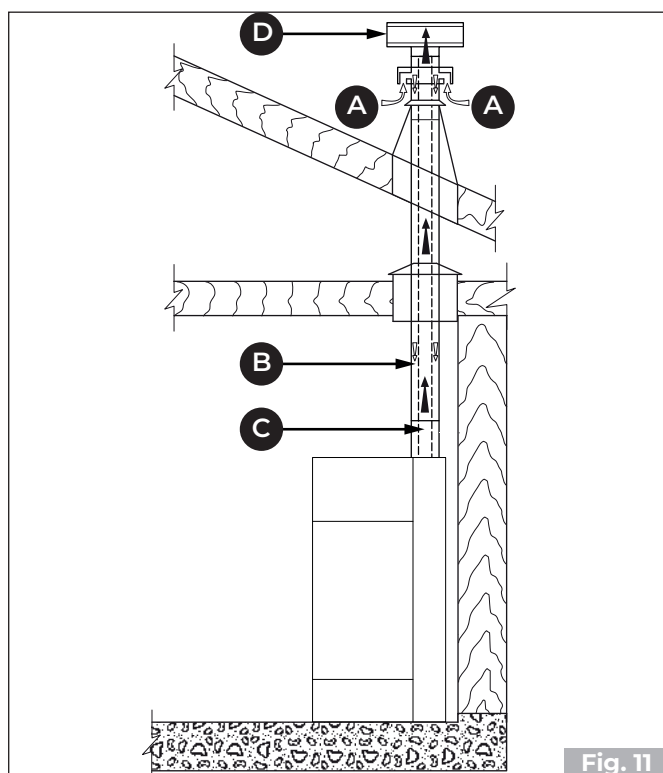

Fig. 11
- direkt von außen mit direktem Anschluss an die Brennkammer kommen („Fig. 11“ - „Fig. 12“).
- die Verbrennungsluft mit Hilfe eines koaxialen Auspuffrohrs für die Abführung der Abgase und den Lufteinlass zu leiten („Fig. 11“ - „Fig. 13“ - A, B = Lufteintritt, C, D = Rauchgasaustritt); daher ist es nicht notwendig, einen klassischen Lufteintritt in den Raum vorzunehmen.